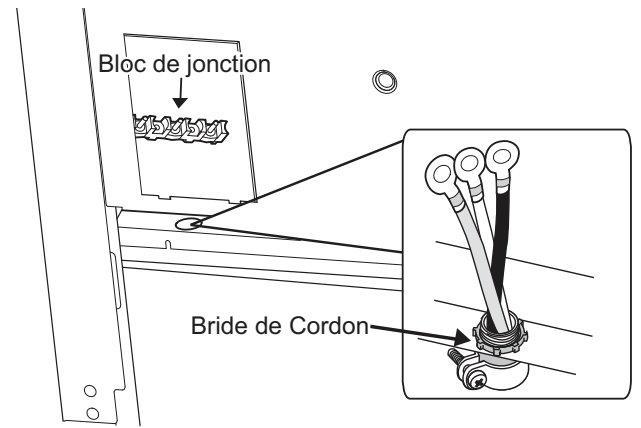

Figure 12 : Emplacement de la bride de cordon
1. Repérez le bloc de jonction à l'arrière de l'appareil et enlevez le couvercle (voir la Figure 12).
3. Installez une bride de cordon (non fournie avec la cuisinière) dans le trou de 1 po (25,4 mm) de diamètre situé sous le bloc de jonction, dans le panneau arrière (voir Figure 12). Faites passer les fils par la bride de cordon.